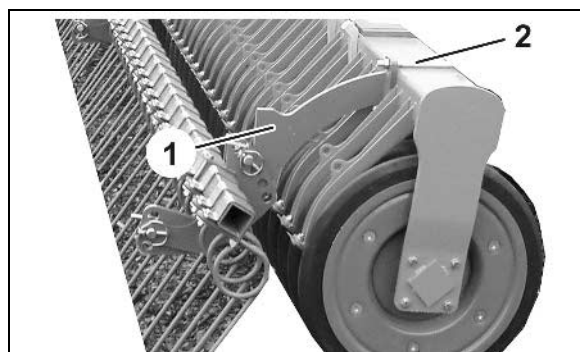

Fig. 16
- o Løsn klembøjlerne (Fig. 16/2) til venstre og højre, og tag striglen med holder (Fig. 16/1) af.